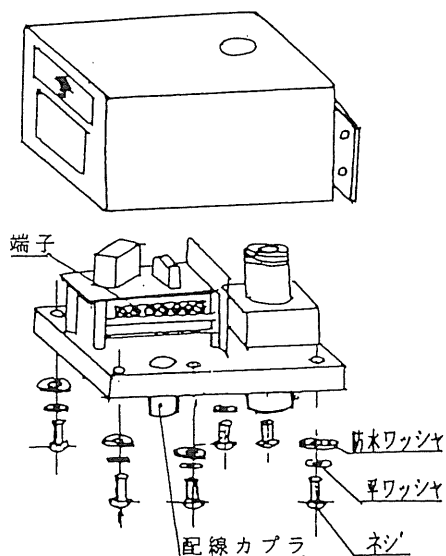

図 2 分離方法
ベース裏面のペイントロックしていない6本のネジを取外し、ケースとベースを分離して下さい（図2参照）。
配線は配線カプラを通し、ベースの端子に配線して下さい。(図 2 参照) 配線は本装置側から行い、電線の長さは相手側で調整して下さい。
- ① 避雷器用断路器を開放し、避雷器接地線に漏れ電流が流れない状態にしてください。
- ② 4頁の図2に示した、ベースの6本のネジを取り除き、ベースをケースより取外して下さい。